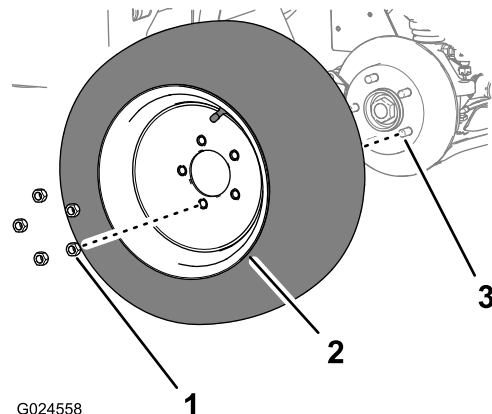

**Bild 15**
- Die Hebestelle vorne am Fahrzeug befindet sich unter der mittleren Rahmenstütze vorne (**Bild 15**).